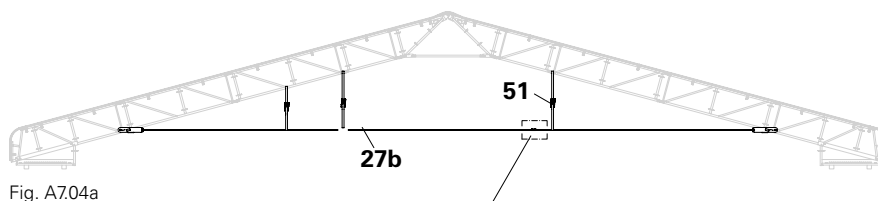

Fig. A7.04a
4. Skru yderligere en ankerstav (**27a/27b**) i den anden ende af sekskantmøtrikken helt i bund på LGS Forbinderen. (Fig. A7.04a)